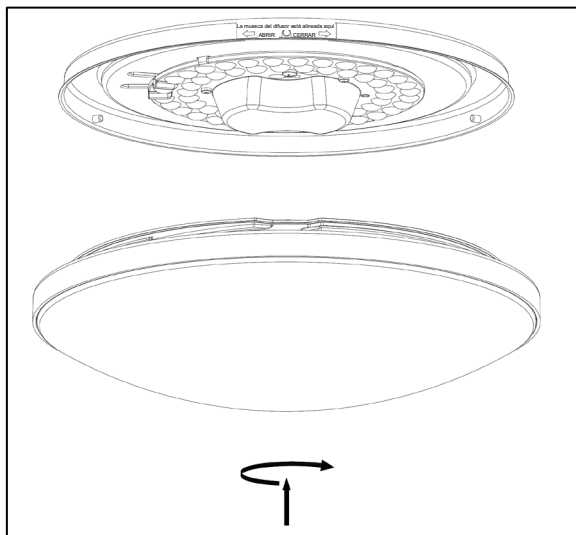

Figura 11
7. Vuelva a instalar el difusor en el montaje de la carcasa alineando la muesca del difusor con los pasadores del montaje de la carcasa; luego asegúrelo girando en la dirección de cierre hasta que se detenga. (Consulte la Figura 11).